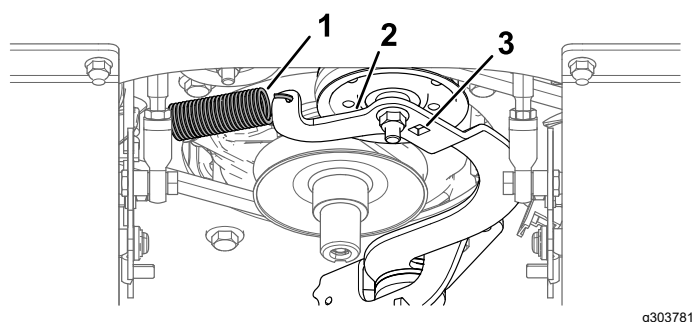

Figure 58
- 5. Insérez le rochet d'une clé à cliquet dans le trou carré du bras de la poulie de tension pour détendre la courroie (Figure 58).
- 9. Installez le ressort sur son ancrage. Avec la clé à cliquet et le rochet, tendez le ressort pour permettre à la courroie de passer par dessus le bord de la poulie de tension (Figure 58).